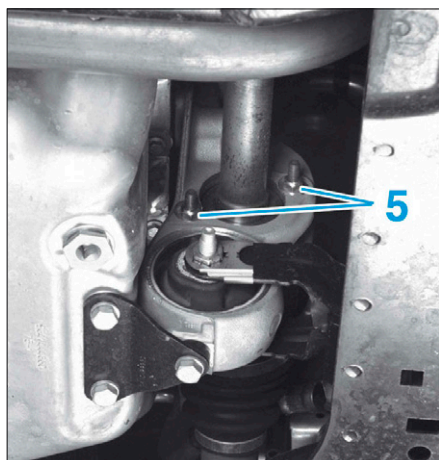

FIG. 3
- Desserrer les écrous (5) (Fig.3).